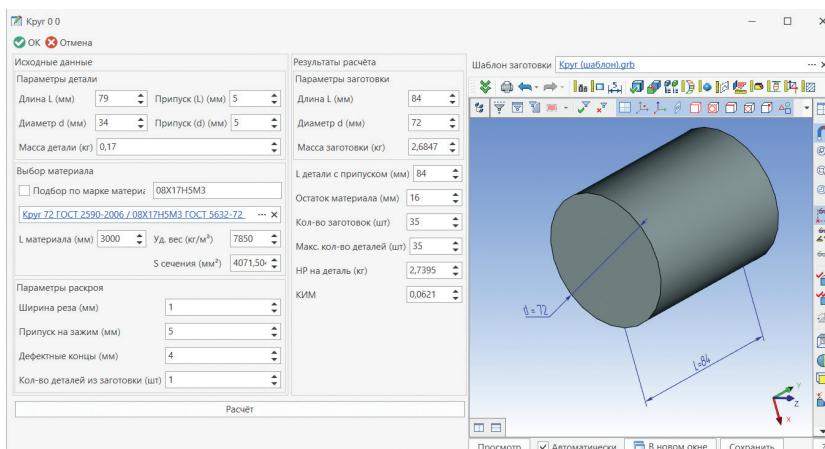

Рис. 3. Пример расчета заготовки из стандартного сортамента
• **Выбор заготовок и материальное нормирование** выполняется в рамках разработки производственно-технологической структуры изделия с применением справочника материалов и прикладных расчетов норм расхода материала (рис. 3).